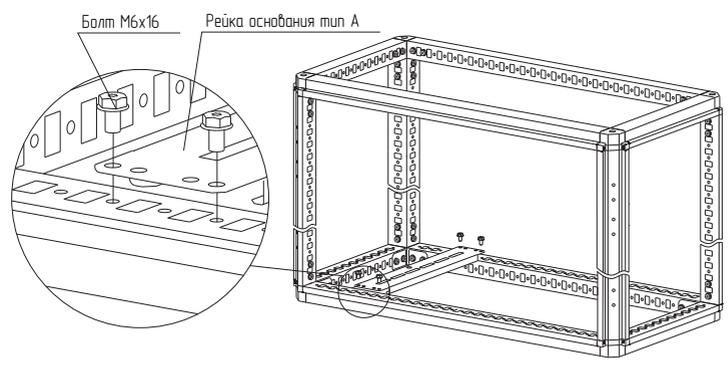

Рисунок 31
4.17.2 Установить рейку основания тип А на основание или крышу и закрепить болтами М6×16 (рисунок 31). Момент затяжки – 7 Н·м. Болты приобрести отдельно